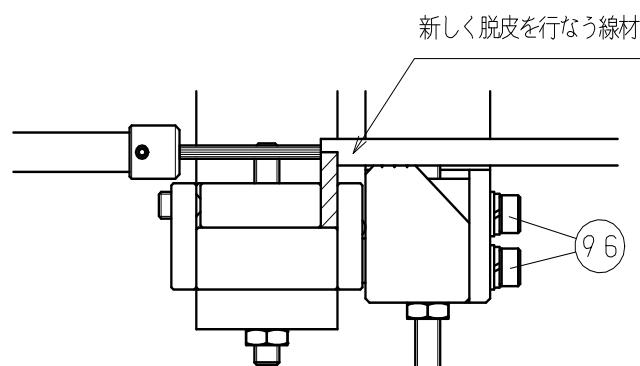

図2
- 5) №.20 : ツカミ部 (固定側) を線材の外皮に当て、№.96 : ボルトを 2 本ともしっかりと締め付けて下さい。(図 2 参照)